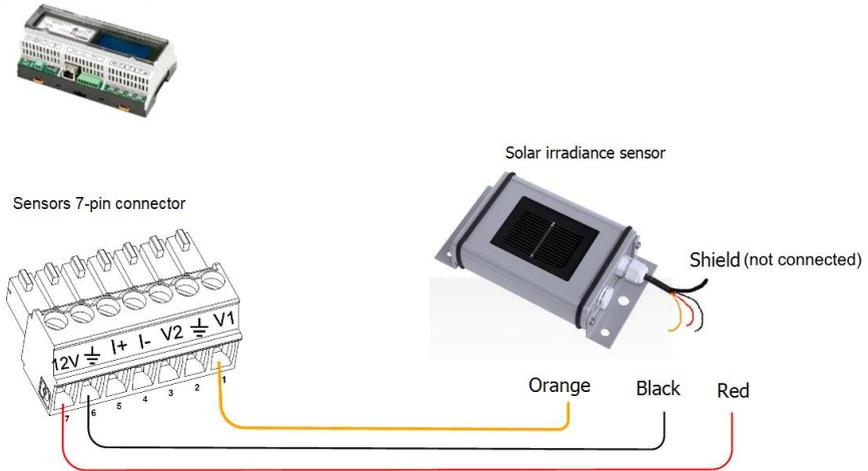

Abbildung 21: Anschluss Sonneneinstrahlungssensor
- 1 Schließen Sie die dünnen Kabel wie folgt an den Sensoranschluss des Steuerungs- und Kommunikations-Gateways an (siehe Abbildung 21 **Error! Reference source not found.**):